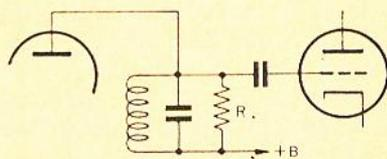
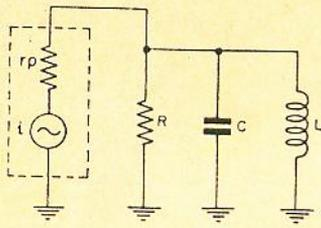

Figura 1
Figura 5
- 1) Circuito paralelo anti-ressonante, mostrado na figura 1.
Na figura 5 temos representado o circuito equivalente da figura 1. A válvula é representada por um gerador de corrente e com a sua resistência de placa r_p .
Antes de seguir a frente com as considerações gerais para fixar o ganho e a seletividade do circuito de RF para determinada válvula e condições do circuito constituído por L , C e R , vamos lembrar que num circuito ressonante simples, tal como o representado na figura 1, na frequência de ressonância dada por